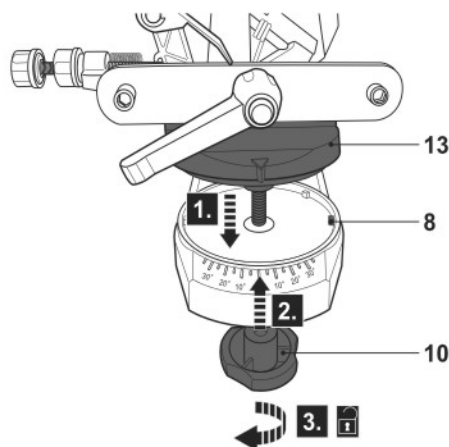

Fig. 1
- > Desensrosque y retire la sujeción del tornillo de banco (10).
- > Deslice el tornillo de banco (13) con su rosca por la placa base (8) (Fig. 1 + 2).
- > Fije el tornillo de banco (13) a la placa base (8) desde debajo. Para ello, gire a la derecha la sujeción del tornillo de banco (10).